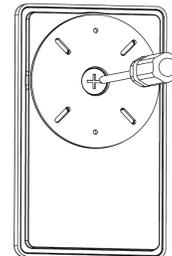

Fig. 2
3. Remove the ½" end cap (Fig. 2).